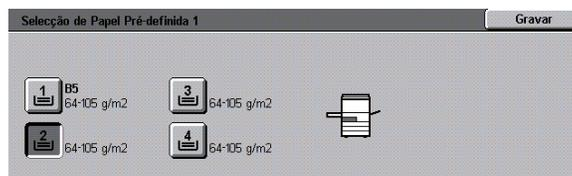

Figura 44: Ecrã Bandeja Pré-definida
- Se tiver seleccionado uma opção de Selecção de Papel Pré-definida, prima o ícone da bandeja pretendida no ecrã Selecção de Papel Pré-definida (Figura 44).